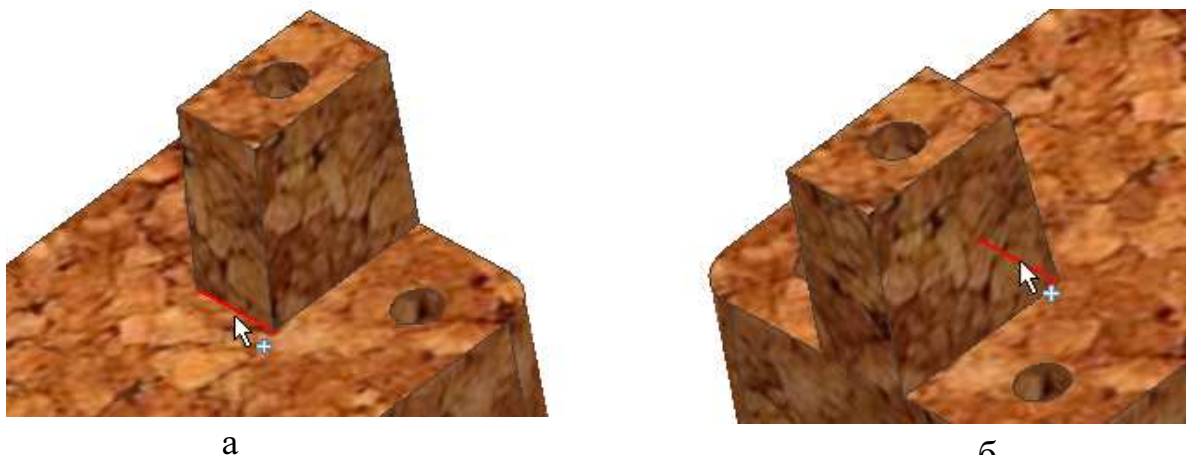

Рис. 108
**Открыть** - откройте файл **Корпус** - **Сопряжение** - укажите радиус сопряжения "1" - укажите ребро, рисунок 108, а и 108, б – **Ок**.